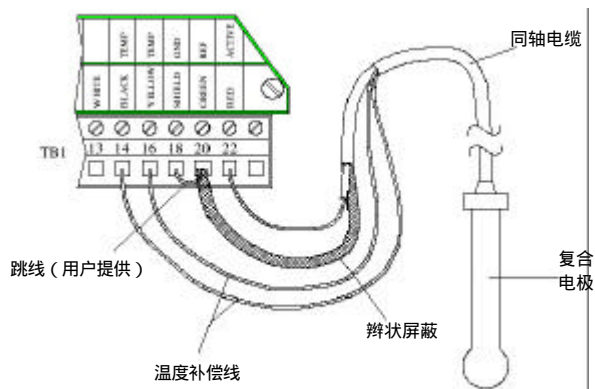

图 2-7 连接常规复合电极和序列号前缀带“B”的分析仪
电极必须在距离分析仪 100 英尺/30 m 的范围内（带前置放大器的电极为 985 英尺/300 m）。参考图 2-7 或 2-8 将电极的同轴电缆直接连接到分析仪上。
- 接线端子 18 和 20 用于序列号前缀带“B”的分析仪（图 2-7）
- 接线端子 14 和 16 用于序列号前缀带“B”的分析仪，连接每一根电线到相应的接线端子上（图 2-7）
- 接线端子 14 和 15 用于带“A”或无字母前缀序列号的分析仪，连接每一根电线到相应的接线端子上（图 2-7）